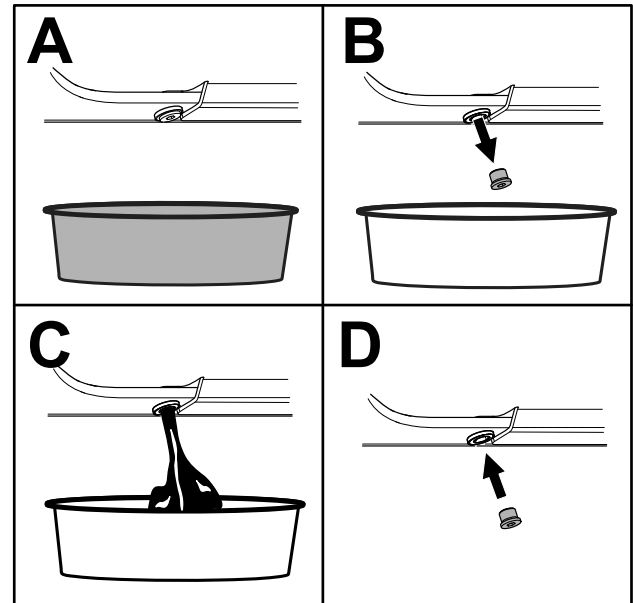

Figure 55
5. Vidangez l'huile sous la plate-forme (Figure 55).